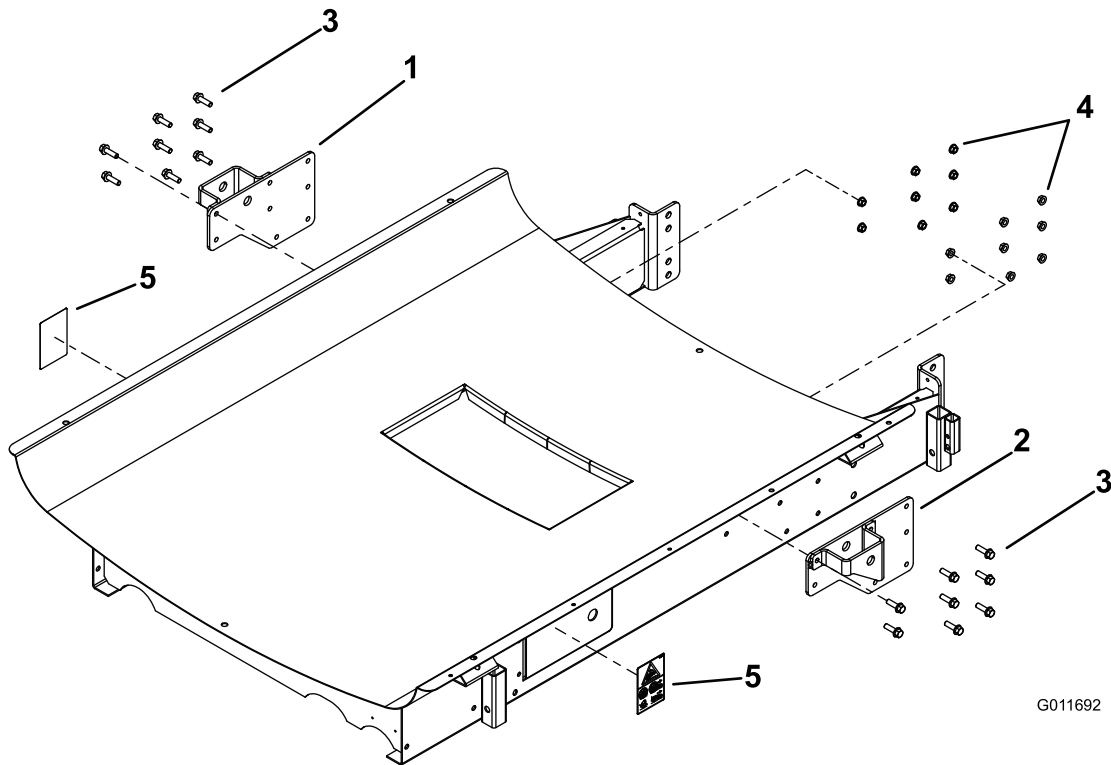

Figure 1
1. Apposez un autocollant sur les panneaux d'accès sur les côtés gauche et droit du patin (Figure 1).